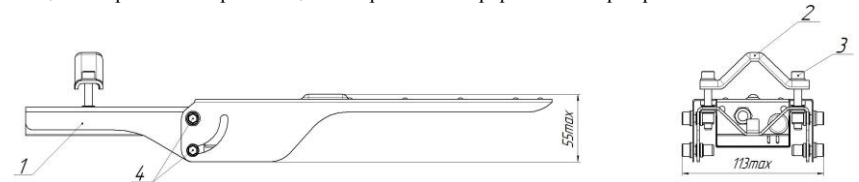

Рис.1
- б) произвести монтаж скобы (2) болтами М6 (3) к кронштейну (1) (рис. 1), установить на трубу, затянуть болты М6 (3).